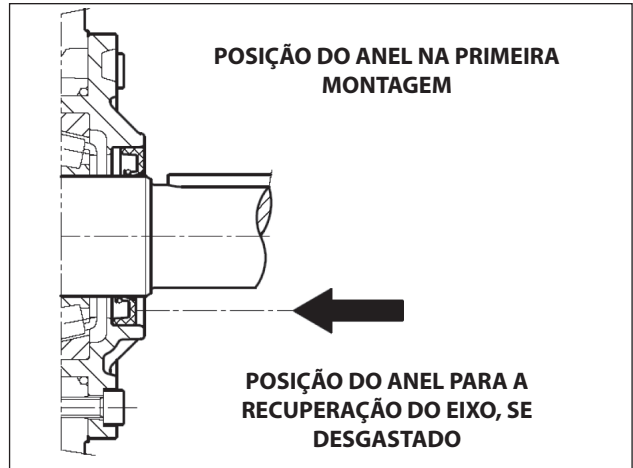

Fig. 7
Se for necessário substituir, posicione o novo anel usando a ferramenta (cód. 27904800) conforme indicado na Fig. 7.
**Se o eixo da bomba apresenta um desgaste no diâmetro na área de contato com a borda de vedação, a fim de evitar a operação de correção, é possível reposicionar o anel em contato com a cobertura, conforme indicado na Fig. 7.**